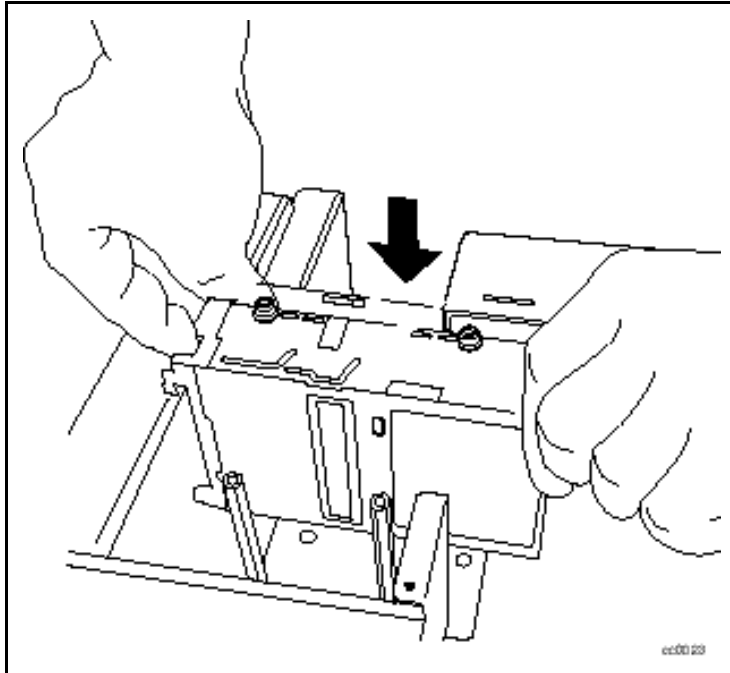

Figura 6. Instalación de la nueva unidad
2. Coloque la nueva unidad en el chasis (vea la Figura 6).